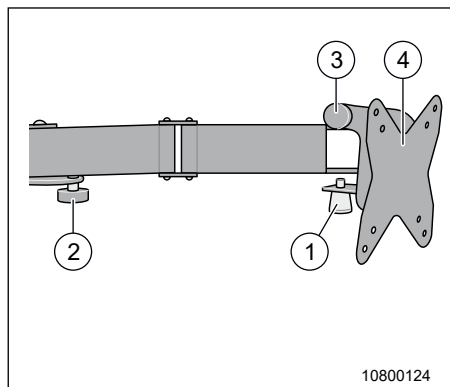

Fig. 32 Support de l'écran TV
1. tirer le bouton de verrouillage (Fig. 32, pos. 1) vers le bas et le maintenir dans cette position.
3. Desserrer la vis de blocage (Fig. 32, pos. 3) et pivoter l'écran TV vers le haut ou vers le bas.
4. Fixer le support de l'écran TV avec les vis de blocage (Fig. 32, pos. 2 et 3).